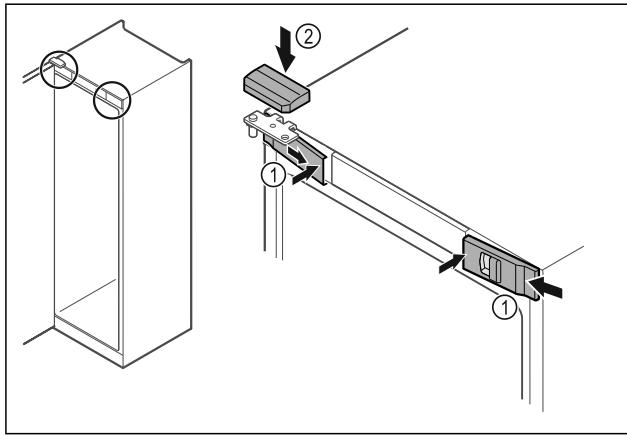

Fig. 36
- ▶ Skyv de fremre dekslene Fig. 36 (1) inn på siden, og smekk dem på plass på innsiden.
- ▶ Smekk det øvre dekselet Fig. 36 (2) på plass ovenfra.